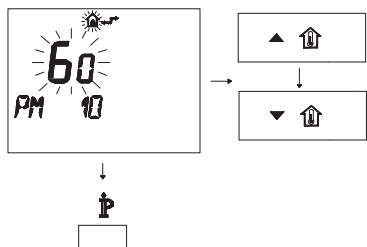

图 5.48
- 要修改已编程 SET，请按 ▲↑ 或 ▼↓ 并等待已编程数开始闪烁 (图 5.48)。